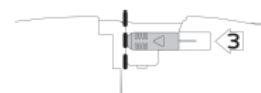

Fig. 8. Étape 3 : vérifier les glisseurs latéraux
3. Maintenir le corps de l'injecteur avec le pouce et pousser doucement les glisseurs vers l'avant de manière régulière pendant environ trois secondes sans tirer vers le haut ni appuyer sur l'injecteur, jusqu'à la butée. (Fig. 7). Vérifier que les glisseurs latéraux s'arrêtent au niveau du support de l'injecteur (comme illustré à la Fig. 8, par la ligne en pointillés). NE PAS faire marche arrière avec les glisseurs latéraux de l'injecteur. Après avoir avancé les glisseurs latéraux, procéder à l'implantation dans les trois minutes.